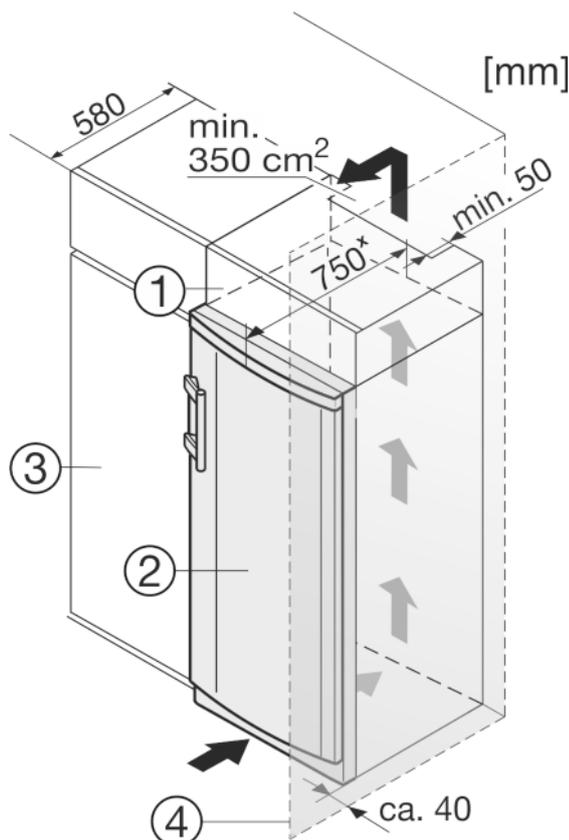

Fig. 9
L'apparecchio può essere incassato nell'arredamento per la cucina. Per adattare l'apparecchio Fig. 9 (2) all'altezza della cucina componibile, è possibile applicare sopra l'apparecchio un adeguato mobile da appoggio Fig. 9 (1).
Se l'apparecchio con cerniere viene installato accanto ad una parete Fig. 9 (4), la distanza minima fra l'apparecchio e la parete deve essere almeno di 40 mm, che corrisponde alla sporgenza della maniglia con la porta aperta.